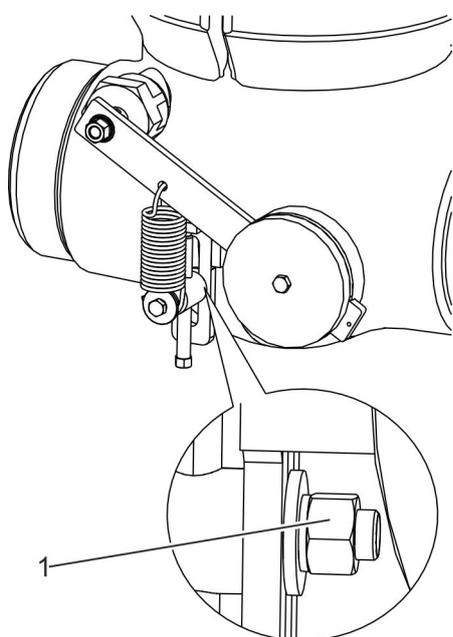

Abb. 48: Feder spannen
**27.** ▶ Befestigungsmutter (Abb. 48/1) des Haltebolzens festziehen.